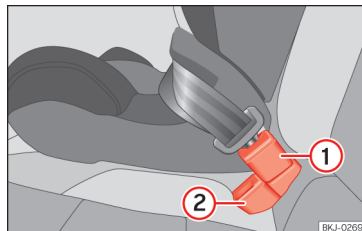

Abb. 40 Position des Gurtschlusses auf der Rückbank
- ① Gurtschloss für den mittleren Sitzplatz
- ② Gurtschloss für den äußeren Sitzplatz
- Gurtschloss für den mittleren Sitzplatz »» **[Abb. 40]** ① hinter dem Gurtschloss für den äußeren Sitzplatz »» **[Abb. 40]** ② anbringen.
- Schlosszunge des Sicherheitsgurts des mittleren Sitzplatz in das Gurtschloss für den mittleren Sitzplatz »» **[Abb. 40]** ① stecken, bis es hörbar einrastet.
- Damit die Gurte richtig eingelegt sind, sollten die Gurtschlösser nicht verdreht werden »» **[Abb. 40]**.